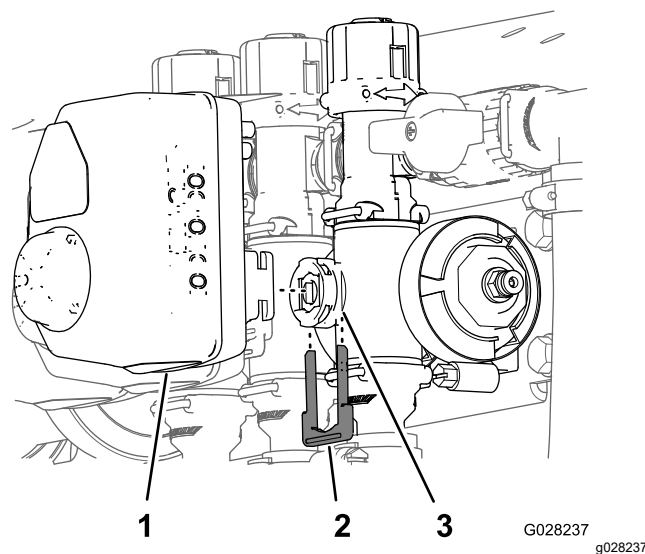

Figura 112
3. Retire o retentor que fixa o acionador à válvula do coletor para válvula de controlo de aplicação, agitação, mestre ou válvula da secção (**Figura 112**).